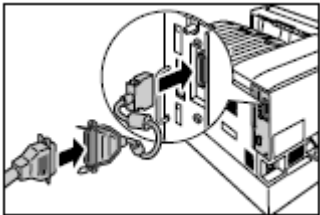

图 2-67 并行连接
- b. 将选装的并行端口卡所附带的连接器转换电缆插入打印机的接口连接器，如图 2-67 所示。